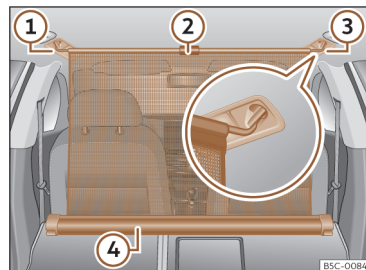

**Fig. 192** Na bagageira: rede de separação fixa com os encostos do banco traseiro rebatidos.
- Puxe a aba para acima >>> Fig. 192 ② para tirar a rede da carcaça ④.
- Prender a rede de separação do lado esquerdo ou direito >>> Fig. 192 ③ (imagem ampliada).
- Prender a rede de separação no alojamento do outro lado >>> Fig. 192 ① puxando a barra.
A rede de separação está montada corretamente quando as extremidades em forma de T estão fixas com firmeza nos alojamentos correspondentes >>> Fig. 192 ③ e ①.
- Enrole a rede na carcaça >>> Fig. 192 ④ baixando-a manualmente.